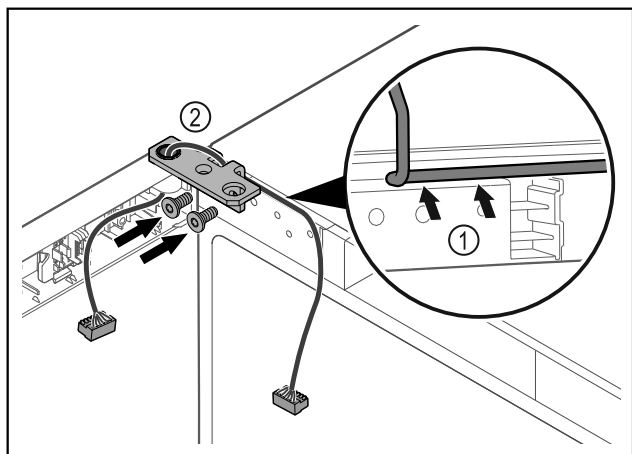

Fig. 43
- Kabel speljite skozi izrez tečaja kotnika in ga previdno zložite Fig. 43 (1).
- Privijte kotnik tečajev vrat Fig. 43 (2).